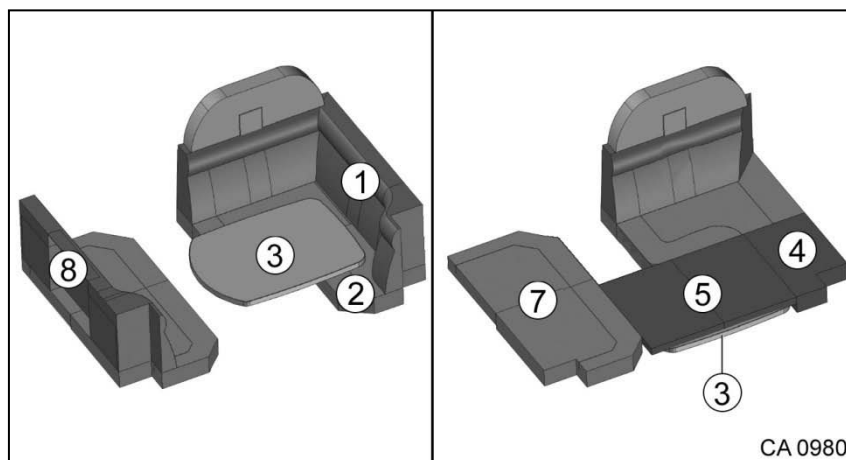

Fig. 84 Transformer les canapés en couchage pour la nuit
1. Enlever le coussin dossier (Fig. 84/1) et le coussin d'assise (Fig. 84/2).
2. Abaisser la table (Fig. 84/3).
3. Mettre en place le premier coussin d'appoint (Fig. 84/4).
4. Mettre en place le deuxième coussin d'appoint (Fig. 84/5).
5. Enlever le coussin dossier (Fig. 84/8).